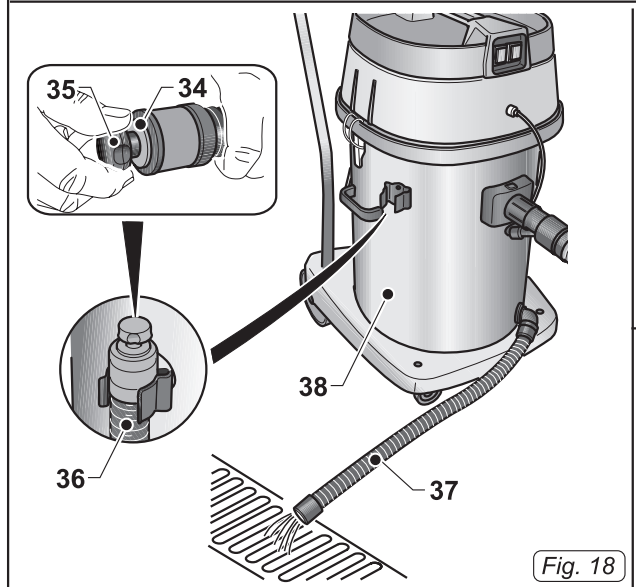

Fig. 18
- Расположитесь над сливом и опорожните восстановительный резервуар охлаждающей жидкости (38 Рис. 18).